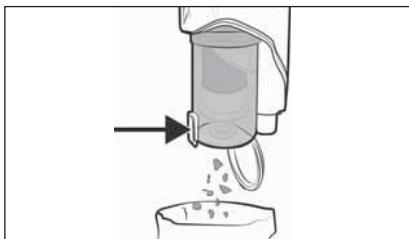

Fig. 21
- Tenere il contenitore di raccolta dello sporco **7** sopra una pattumiera e premere il tasto di sblocco per il coperchio del contenitore di raccolta dello sporco **8**. Il coperchio del contenitore di raccolta dello sporco **9** si apre e il contenuto viene svuotato nella pattumiera (vedere fig. 21). Quindi chiudere il coperchio del contenitore di raccolta dello sporco **9**.